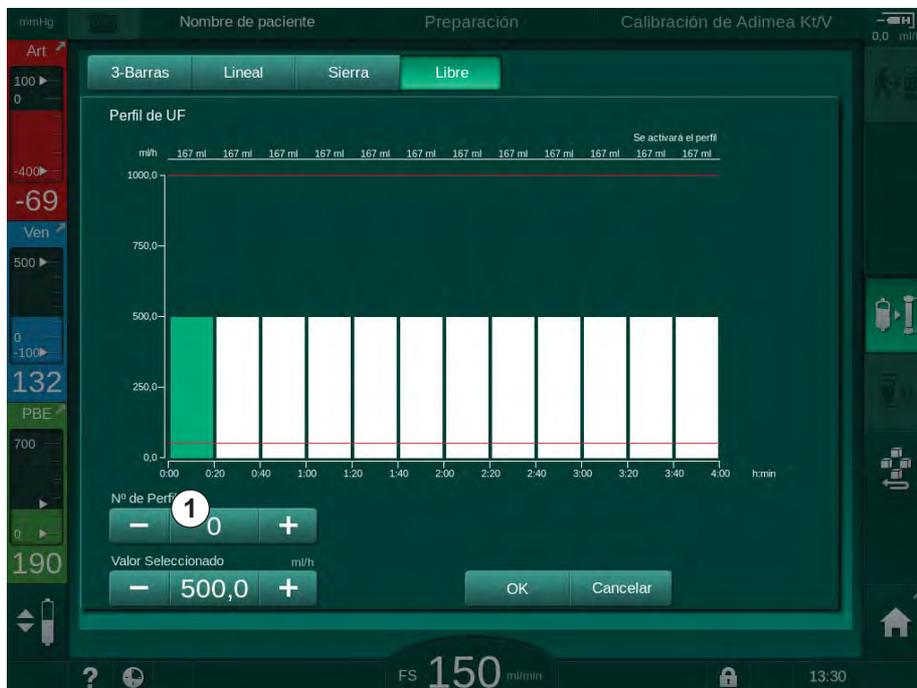

Fig. 5-15 Selección del perfil de UF
- Para seleccionar uno de los 10 perfiles de edición libre preestablecidos, pulsar el botón + o - en el recuadro del grupo *N.º de perfil* (Fig. 5-15, ①) o introducir el número de perfil 1 a 10 directamente en el campo.